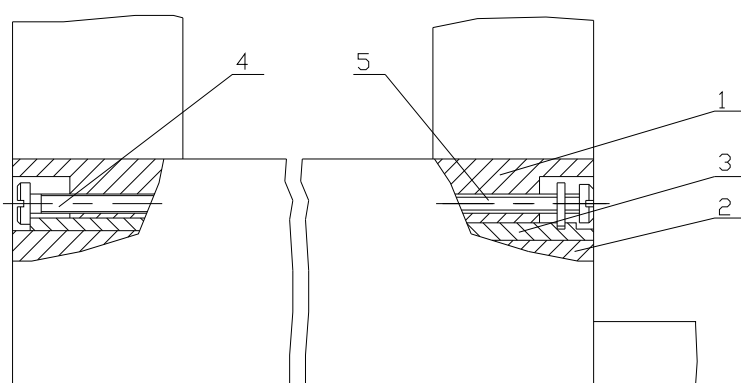

Рис.6-8 Регулирование зазора между нижними салазками и фартуком
6.2.6. РЕГУЛИРОВАНИЕ ЗАЗОРА МЕЖДУ НИЖНИМИ САЛАЗКАМИ И ФАРТУКОМ (см.Рис.6-8)